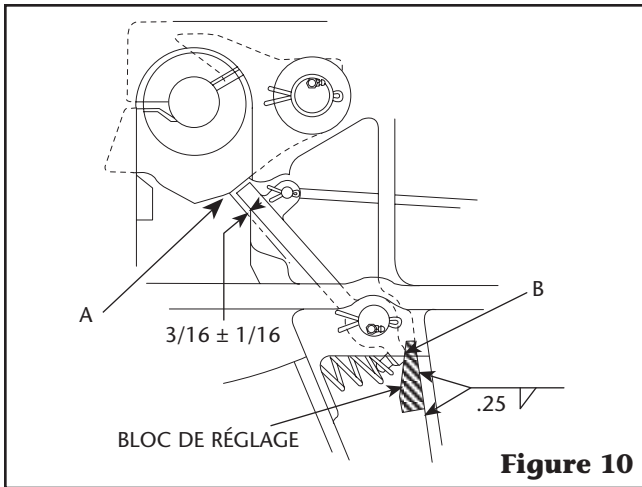

Figure 10
9. Enduisez le trou de la goupille de verrouillage dans la serrure pivotante (6) avec Never-Seez® (fourni avec le kit). **C'est VITAL. N'UTILISEZ PAS** de lubrifiant de remplacement.
10. Avant d'installer le verrou pivotant (6), vous devez placer le verrou secondaire (10) à son emplacement approximatif dans le moulage (voir **Figure 10**).
- A. Enduisez le trou de la goupille de verrouillage dans la serrure secondaire (10) avec Never-Seez (fourni avec le kit). **NE PAS** utiliser de lubrifiant de substitution.
- B. Installez la poignée de déverrouillage secondaire (9) dans le moulage. Installez le verrou secondaire (10) sur la poignée. Installez la goupille fendue 1/8" x 1" (8) dans la poignée et écartez la goupille fendue. Enfoncez la goupille de verrouillage secondaire (3) dans les trous du moulage et du verrouillage secondaire et fixez-la avec la goupille fendue 1/4" x 2" (2). Installez le graisseur (25) dans la goupille de verrouillage de manière à ce que le raccord soit orienté vers le côté et soit accessible depuis le côté gauche du tracteur.
- C. Déplacez la poignée de verrouillage secondaire en position fermée. Vérifier l'emplacement de l'extrémité de la serrure secondaire par rapport à la serrure battante. Il doit être à 3/16" (0,188") ±1/16" (0,06) du point (A) sur le verrou pivotant (voir **Figure 10**) lorsque le verrou secondaire repose contre le moulage au point (B).
- D. Si le verrou secondaire n'est pas dans la position actuelle, installez un réglage du verrou secondaire bloc de réglage (36), comme illustré sur la **Figure 10**. Déplacez le bloc de réglage jusqu'à ce qu'un réglage correct soit obtenu atteint, puis soudez le bloc de réglage en position, comme indiqué sur la **Figure 10**. Après le soudage, vérifiez la dimension et le bon fonctionnement de la serrure secondaire.